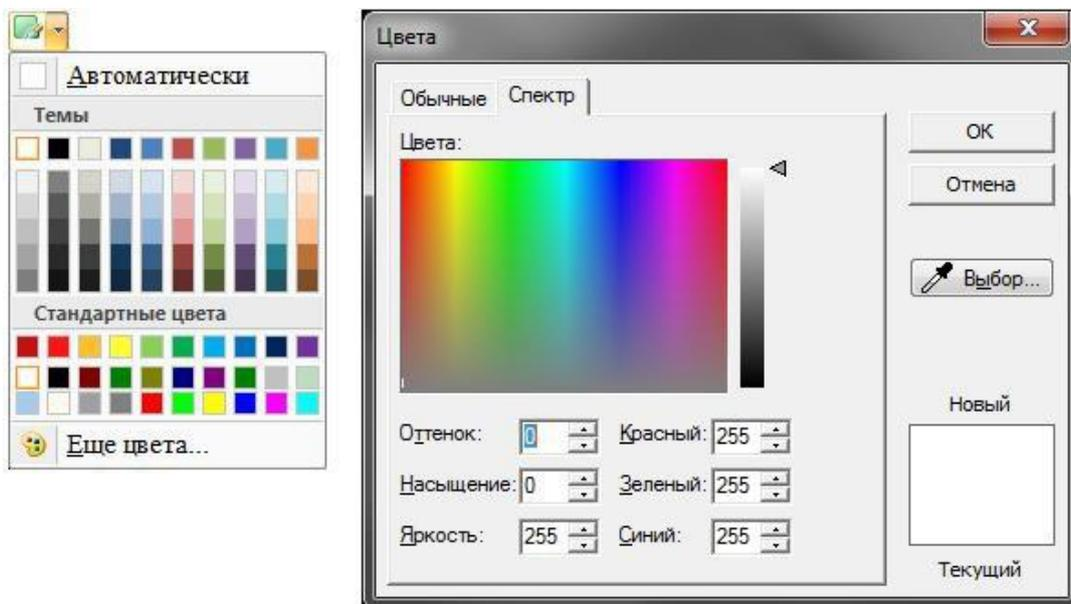

Рисунок 181 – Меню «Цвет фона»
**«Цвет фона»** содержит палитру стандартных и настраиваемых цветов для изменения цвета фона документа (рисунок 181). Если в палитре цветов выбрать пункт **«Автоматически»**, то цвет документа по умолчанию будет белым.